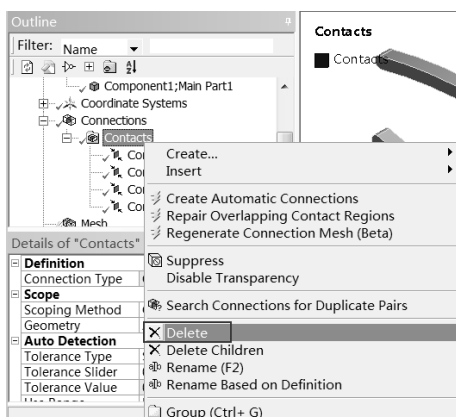

图 13-15 删除默认设置
Step1：右击 Mechanical 界面左侧 Outline（分析树）中的 Connections Contact 命令，如图 13-15 所示，在弹出的快捷菜单中选择 Delete 命令，删除默认的接触设置。